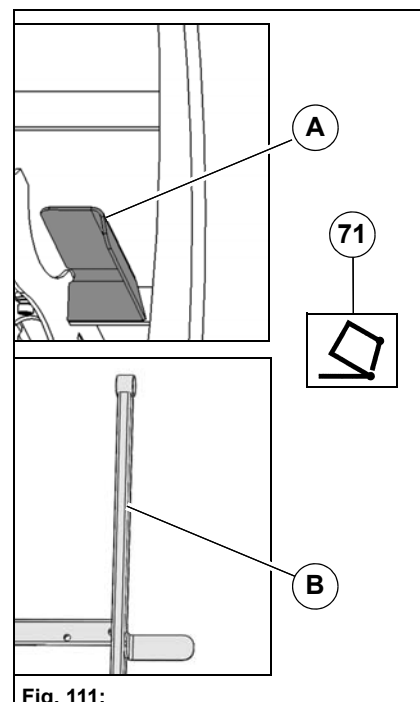

Fig. 111:
- Pour les travaux de maintenance et de nettoyage sous la cuve à déchets levée, le support de sécurité **Fig. 111-A** de la cuve à déchets doit toujours être réglé sur la position supérieure et inséré. Risque de blessure !
Basculer le support de sécurité **Fig. 111-B**.
Descendre la cuve à déchets avec la touche **Fig. 111-71** et insérer le support de sécurité dans le creux **Fig. 111-A**.